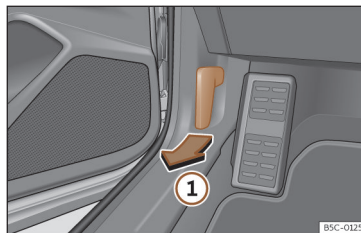

Fig. 189 Alavanca de desbloqueio no espaço para a zona dos pés do condutor.
- Abra a porta e puxe pelo manípulo que existe debaixo do painel de instrumentos >>> **Fig. 189** ①.